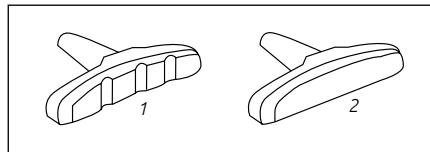

Abb.:48
- Prüfen Sie, ob die Verschleißgrenze der Bremsbeläge (siehe „Abb.:48 (1)“) und Felge erreicht ist.